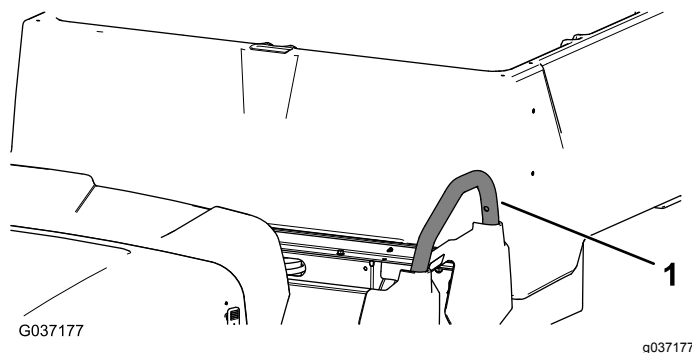

Рисунок 9
2. Выверните три винта и три гайки, которые крепят левый поручень, и снимите его (Рисунок 9).
8. Установите ранее снятый левый поручень при помощи трех винтов и трех гаек (Рисунок 9).